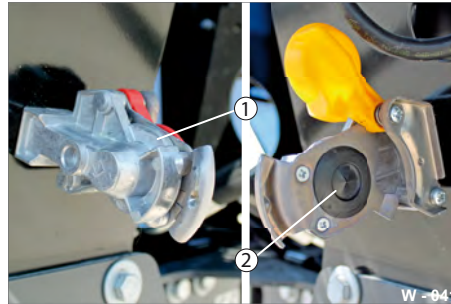

Abb. 48 Kupplungskopf geöffnet
- ▶ Reinigen Sie die Dichtflächen (siehe Abb. 48) der Kupplungsköpfe mit einem sauberen Lappen.
- ▶ Prüfen Sie die Dichtung (Abb. 48/1) auf Beschädigungen, Vorhandensein.
- ▶ Wechseln Sie ggf. eine beschädigte Gummi-Membrane (Abb. 48/1) aus.